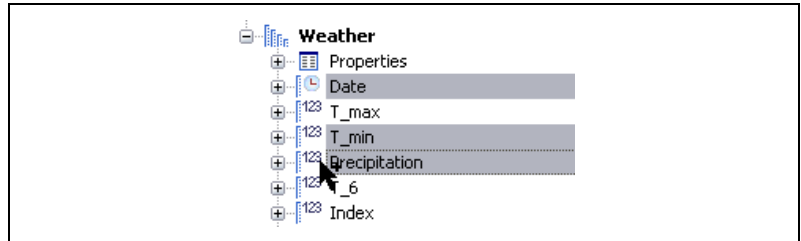

図 2-6 Data Portal で選択カーソルを使用してチャンネルを選択する
**ヒント** また、Data Portal では、チャンネル名の横の記号をクリックして、複数のチャンネルを選択したり、選択を解除することができます (図 2-6 を参照)。これらの記号を使用する場合は、<Shift> キーや <Ctrl> キーを押す必要がありません。